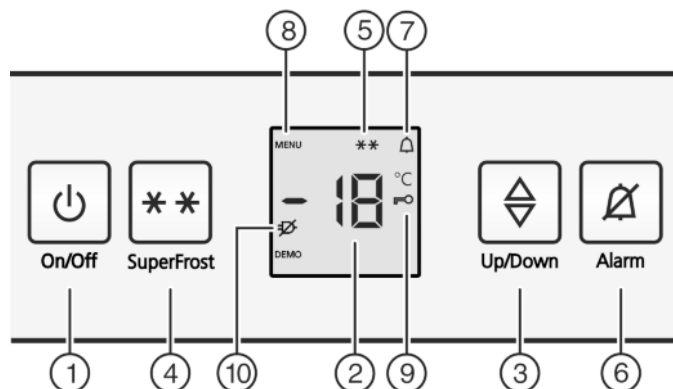

Fig. 2
- ▶ Aan/uit-toets Fig. 2 (1) indrukken.
- ▶ Instelmodus activeren: Druk de toets SuperFrost Fig. 2 (4) gedurende ca. 5 seconden in.
- ▷ Op de display wordt het symbool Menu Fig. 2 (8) weergegeven.
- ▶ Met de toets SuperFrost Fig. 2 (4) kort bevestigen.
- ▷ Het symbool Kinderbeveiliging Fig. 2 (9) op de display gaat branden.
- ▶ Druk de toets On/Off Fig. 2 (1) kort in.
- ▷ Het symbool Kinderbeveiliging Fig. 2 (9) gaat uit.
- ▶ Toets Alarm Fig. 2 (6) indrukken.
Tegelijkertijd knipperen de temperatuurdisplay en het symbool Alarm Fig. 2 (7).
Het akoestisch alarm stopt automatisch, het symbool Alarm Fig. 2 (7) gaat uit en de temperatuurdisplay houdt op met knipperen, wanneer de temperatuur weer laag genoeg is.